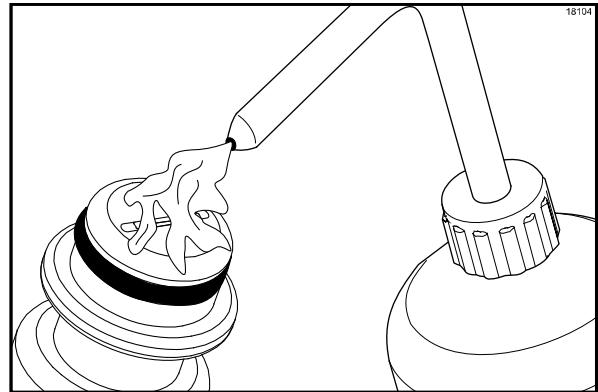

Figure 60
16. Remplir le flacon souple de solution aseptisante. Tenir le flacon au-dessus d'un seau. Presser fermement le flacon et rincer abondamment la rainure de chacun des raccords de tête de sirop (Cf. Figure 60).